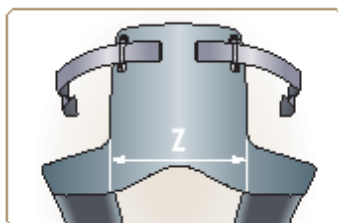

Рис.15-9 Замер ширины "воротника" HANS®
- размер Z (мм) = ширина "воротника" HANS® как показано на Рис. 15-9